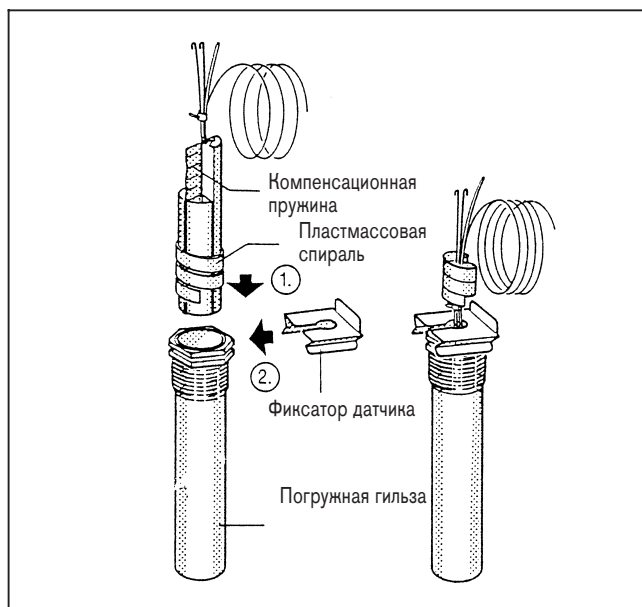

Рис. 8 – принципиальная схема
- Пластмассовая спираль, которая держит датчики, отводится при вставке автоматически назад (рис. 8).
- Чтобы обеспечить контакт между погружной гильзой и поверхностями датчиков, и таким образом надежную теплопроводимость, между датчиками необходимо вставить компенсационную пружину (рис. 8).
- Надеть фиксатор датчика, сбоку или сверху, на головку погружной гильзы (рис. 8).